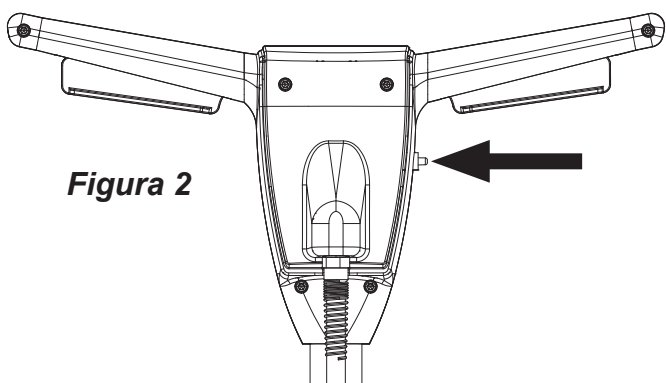

Figura 2
**Bloqueo del Interruptor de Seguridad** (Véase Figura 2).